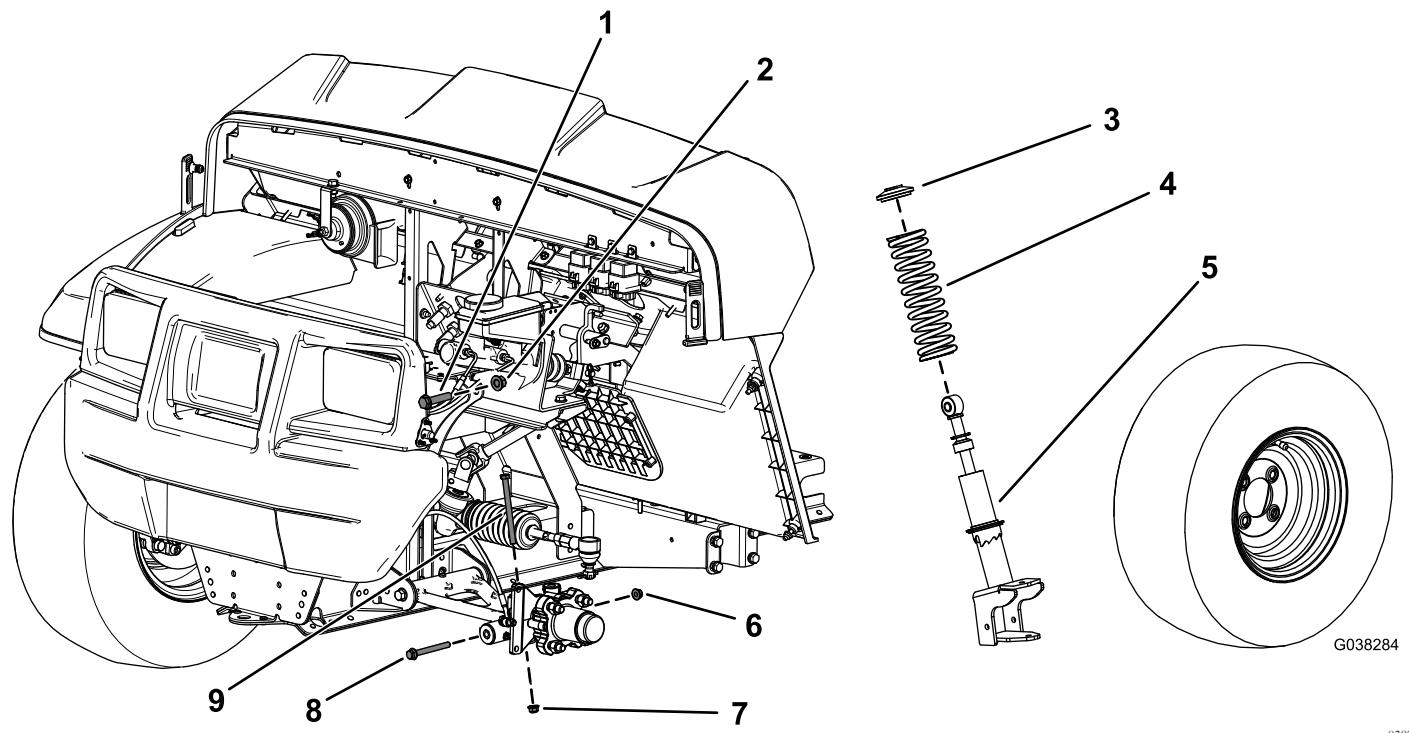

図 101
- スピンドルから、六角ヘッドボルト $3/8 \times 4\frac{3}{4}$ インチとフランジナット $3/8$ インチを外す図 101。
- コントロールアームから、六角ヘッドボルト $3/8 \times 3\frac{1}{2}$ インチとフランジナット $3/8$ インチを外す図 101。
- ストラットアセンブリを上フレームに固定している六角ヘッドボルト $1/2 \times 2\frac{1}{4}$ インチとロックナット $1/2$ インチを取り外す図 101。
- ストラットセンブリを取り外す図 101。
3. ストラットアセンブリからスプリングを取り外す図 101。
4. 既存のストラットアセンブリに新しいスプリングを取り付ける図 101。
2. ストラットアセンブリの上部をフレームに固定する上用六角ヘッドボルト $1/2 \times 2\frac{1}{4}$ インチとロックナット $1/2$ インチを使用して図 101のように取り付ける。
4. 六角ヘッドボルト $3/8 \times 4\frac{3}{4}$ インチとフランジナット $3/8$ インチをスピンドルに取り付ける図 101。
6. ストラットアセンブリの下部をコントロールアームに固定する六角ヘッドボルト $3/8 \times 3\frac{1}{2}$ インチとフランジナット $3/8$ インチを使用して図 101のように取り付ける。